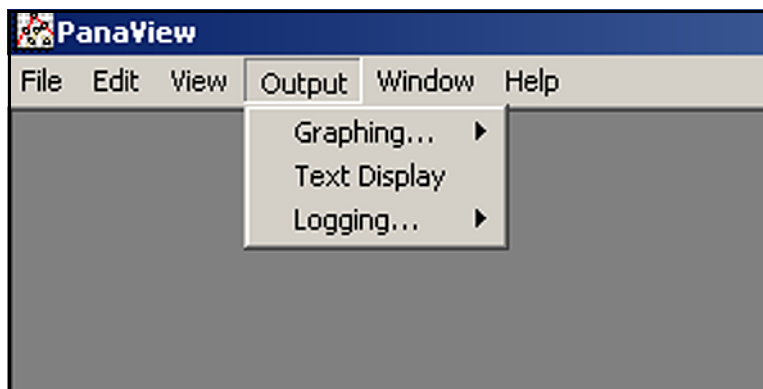

Figure 18: Le menu Output
1. Dans PanaView, ouvrez le menu *Output* (sortie) (voir *Figure 18* ci-dessous) et cliquez sur l'option *Text Display* (affichage texte).